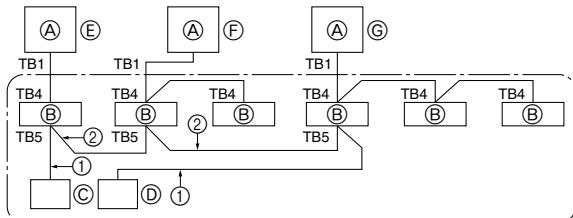

Fig. 8-1
8. Systemkontrol (Fig. 8-1)
⑤ SW 1 - 3 ~ 6	ON